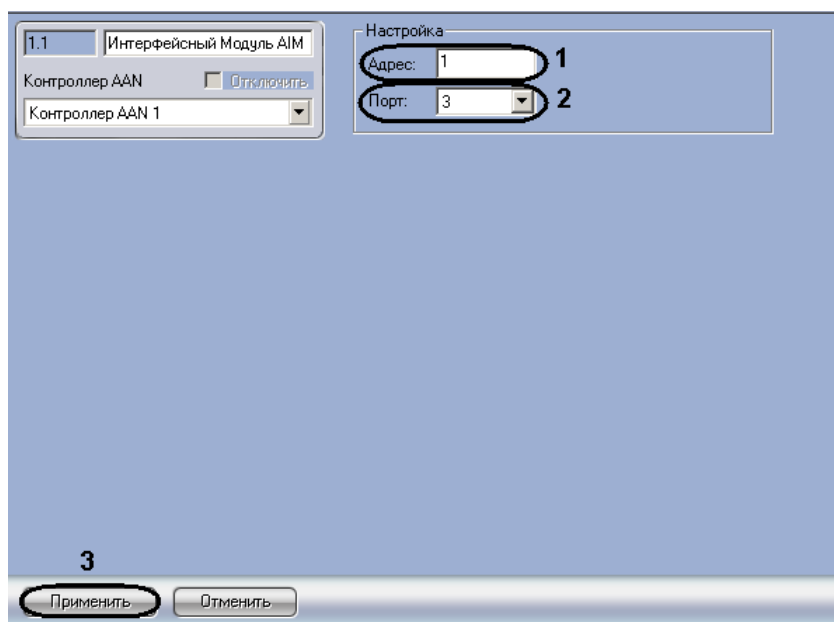

Рис. 3.3-2 Панель настроек объекта Интерфейсный Модуль AIM
1. Перейти на панель настроек объекта **Интерфейсный Модуль AIM** (Рис. 3.3-2).
2. Ввести в поле **Адрес**: уникальный адрес интерфейсного модуля AIM (см. Рис. 3.3-2, 1).
3. Из раскрывающегося списка **Порт**: выбрать порт подключения интерфейсного модуля AIM (см. Рис. 3.3-2, 2).
4. Для сохранения изменений нажать кнопку **Применить** (см. Рис. 3.3-2, 3).